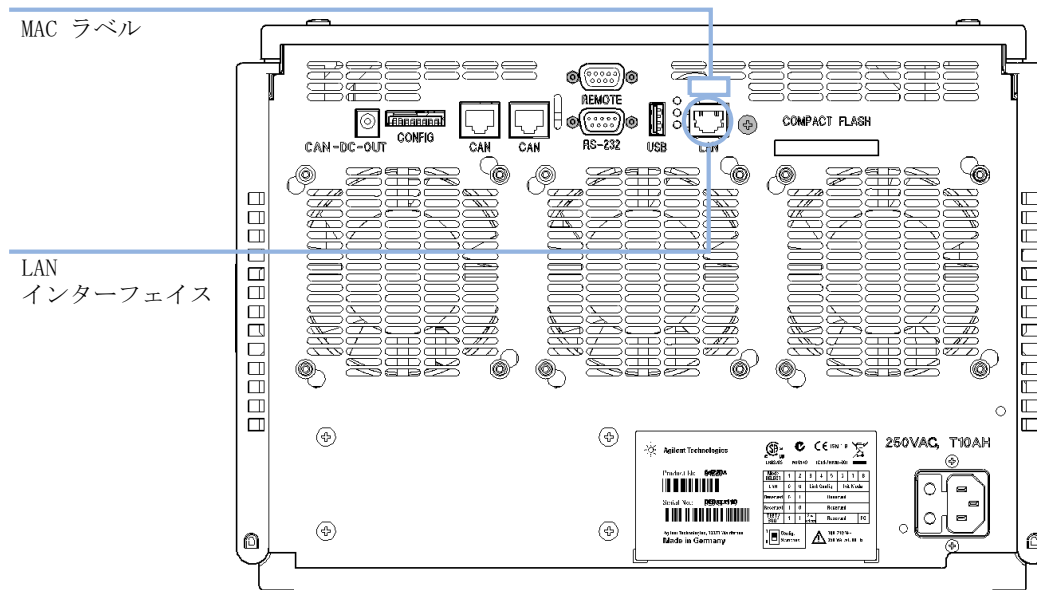

図 35 LAN インタフェースと MAC ラベルの位置
- 1 今後参照するために、MAC (Media Access Control) アドレスを書き留めてください。LAN インターフェイスの MAC アドレスまたはハードウェアアドレスは、世界中で唯一の ID です。別のネットワークデバイスが同じハードウェアアドレスを持つことはありません。モジュールの背面のラベルに MAC アドレスの表示があります (『254 ページ 図 35』を参照)。
- 2 機器の LAN インタフェース（『254 ページ 図 35』を参照）を